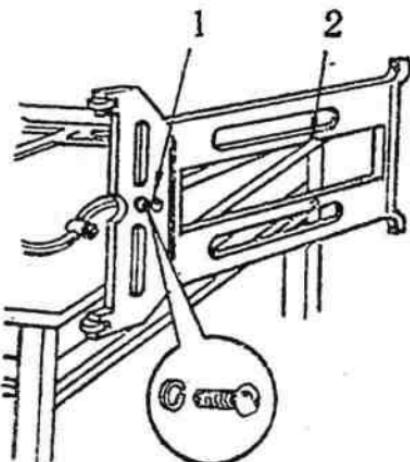

图1-19 机架装配图
(5)用左手取过边脚(任意一片均可),光滑面向外。先把边脚下部孔中,并旋进方架下端的螺孔中,再将边脚上端的孔对准方架另一端的螺孔,再旋上第二只边脚螺钉(图1-19)。